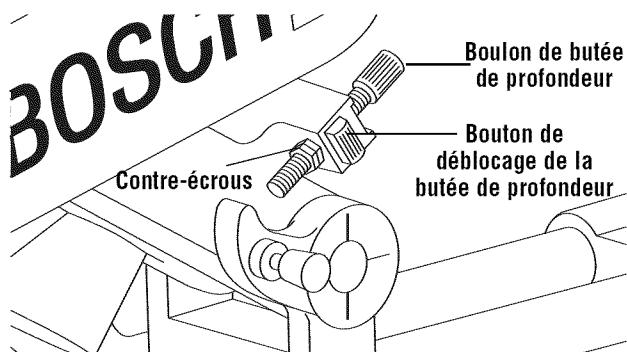

Figure 33. Coupe de rainures
- Pour faire des réglages importants, enfoncez le bouton de déblocage de la butée de profondeur et faites coulisser le bouton de butée de profondeur pour le mettre à la position désirée (Figure 33).